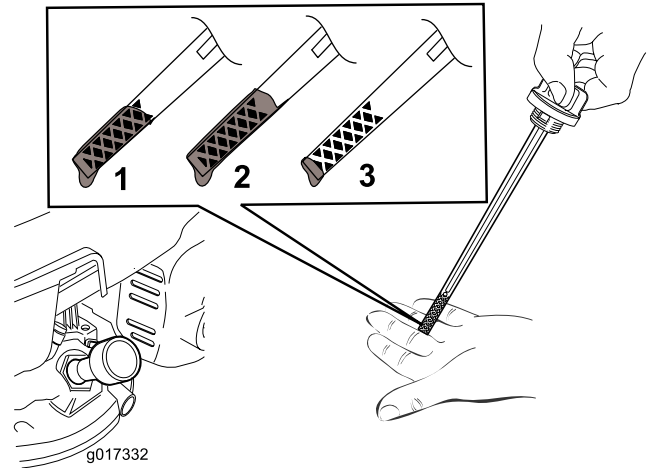

Figura 7
- Retire la varilla (**Figura 7**).
Nota: Llene el cárter del motor con aceite hasta que la varilla indique que el nivel del aceite del motor es correcto, según se muestra en Figura 7. Si usted llena demasiado el motor, vacíe el exceso de aceite según se indica en Cómo cambiar el aceite del motor \(página 16\).